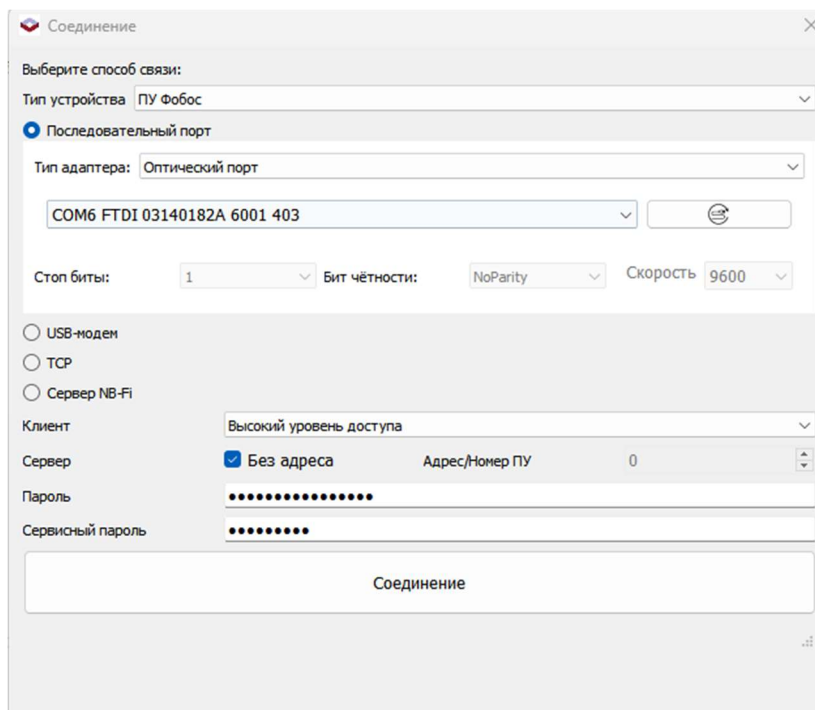

Рисунок 4.2
1. Выбрать способ связи «Последовательный порт», убедиться, что в выпадающем меню «Типа адаптера» активен пункт «Оптический порт» (см. Рис. 4.2).